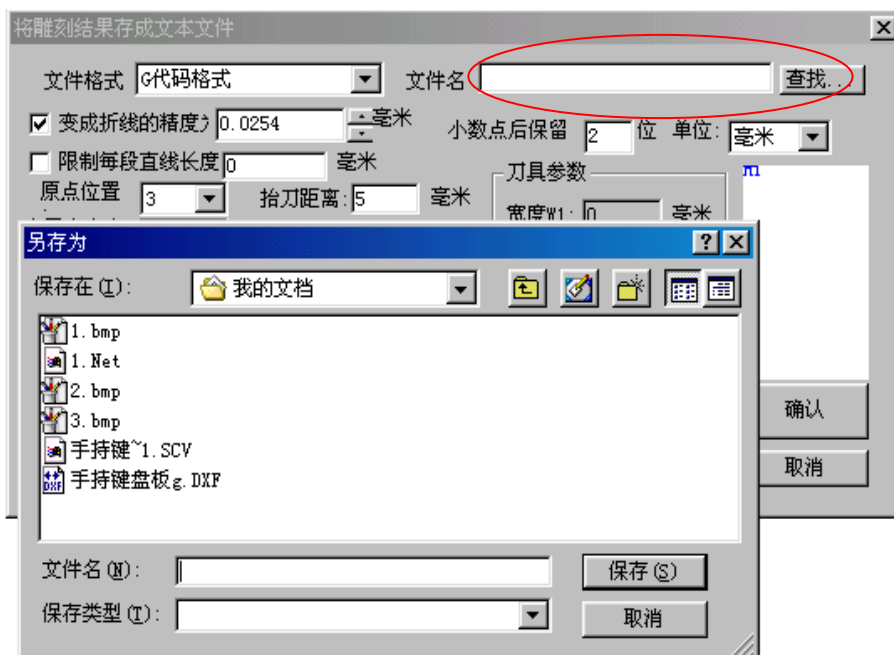

图 7.2
4. 保存文件名, 单击“查找”出现“另存为”对话框, 选择要保存文件的路径单击“保存”即可。如图 7.2 所示。